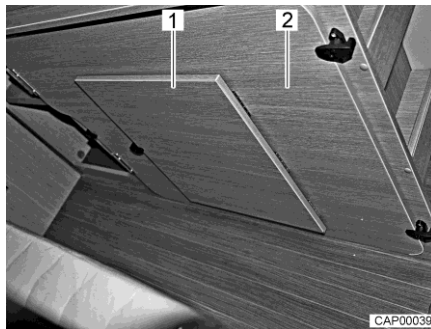

Fig. 43 Plaque amovible sur le coffre de banquettes de droite
- Retirer la plaque amovible supplémentaire (Fig. 43,2) du coffre de banquettes de droite à l'arrière.
- Déplier le repose-pieds (Fig. 43,1) de la plaque amovible.